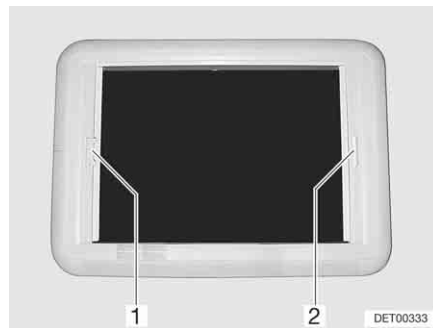

Fig. 61 Lanterneau Heki, verrouillage du store
- Tirer sur la poignée (Fig. 61,2) du store occultant jusqu'à toucher la poignée de la moustiquaire (Fig. 61,1) située vis-à-vis et la laisser s'enclencher.
- Avec l'autre main, tenir la poignée de la barre de déverrouillage de la moustiquaire (Fig. 61,1) dans la direction de la poignée. Le dispositif de verrouillage sera alors débloqué.
- Tirer sur la poignée (Fig. 61,1) de la moustiquaire jusqu'à toucher la poignée du store occultant (Fig. 61,2) située vis-à-vis et la faire s'enclencher.
- Tenir la moustiquaire (Fig. 61,1) par la poignée et pousser la barre de déverrouillage en direction de la poignée. Le dispositif de verrouillage sera alors débloqué.